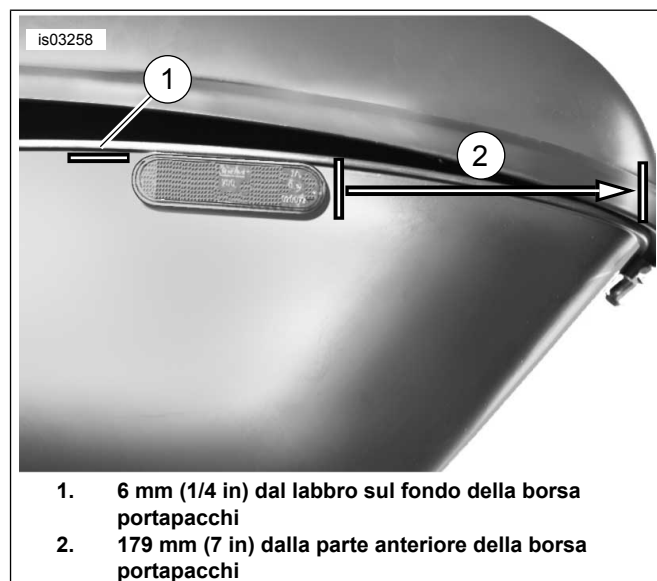

Figura 16. Installare il catarifrangente sulla borsa portapacchi
- Vedere Figura 16. Collocare il catarifrangente a circa 179 mm (7 in) dalla parte anteriore della borsa portapacchi e a circa 6 mm (1/4 in) dal labbro sul fondo della borsa.